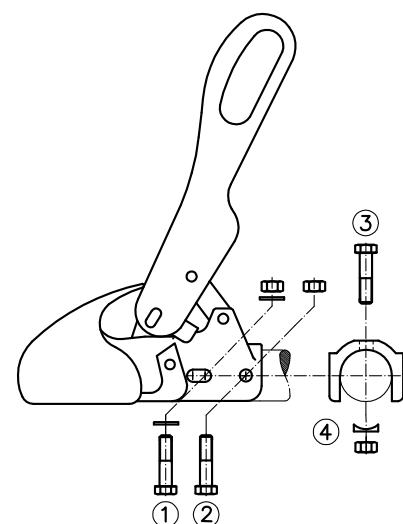

Figura 3: Conexión
entre orificios de 40 mm. (Figura 3) El material de fijación no pertenece al volumen de suministro.
2.2 Cuando el enganche esférico de tracción WS 3000/3500 se emplea como sustituto de otro tipo de enganche, en la instalación de inercia se debe observar, que el amortiguador vuelva a ser montado reglamentariamente y los tubos distanciadores eventualmente existentes en el tubo de tracción sean enhebrados correctamente. Como elemento auxiliar en el WS 3000-D por favor emplear el perno suministrado \varnothing 12x34 mm o \varnothing 12x49 mm según el diámetro de la barra de tracción. En el WS 3500-D \varnothing 14x63 mm. Como elemento auxiliar emplear por favor el perno suministrado de \varnothing 12x34 mm o \varnothing 12x49 mm según el diámetro de la barra de tracción. Emplear el perno como extractor durante el desmontaje del tornillo de fijación (2) o (3) (Figura 3) según el tipo de fijación del amortiguador y dejarlo colocado durante el desmontaje/montaje del enganche esférico de tracción para el centrado del amortiguador en el tubo de tracción. Al colocar el nuevo tornillo de fijación, volver a retirar el perno.